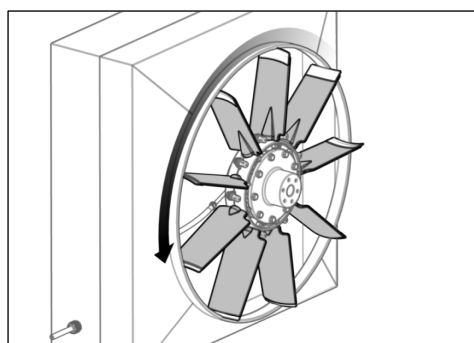

図 : 33
- 29) ファンを手動で回転させます（図 : 33 参照）。